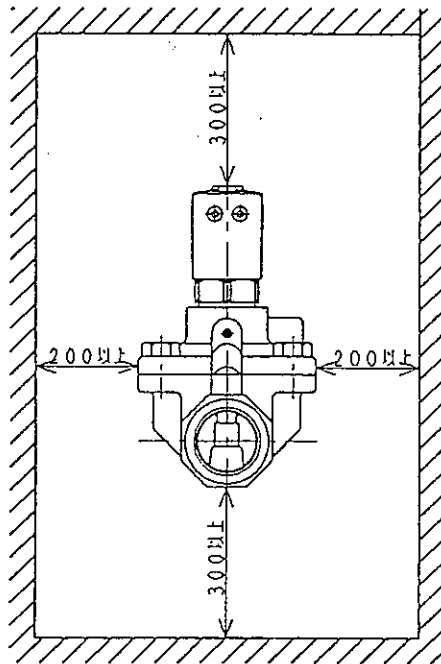

図2
- (1) 保守およびトラブルシュート時の安全作業を考慮して十分なスペースを確保してください。(図2参照)